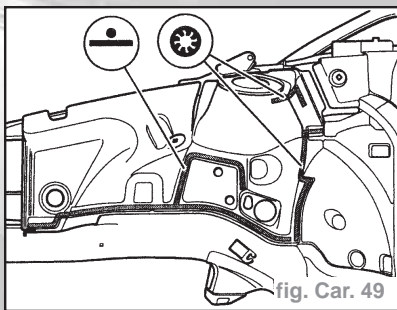

fig. Car. 49
- Souder le passage de roue sur le longeron inférieur à la pointeuse électrique (fig. Car. 49)